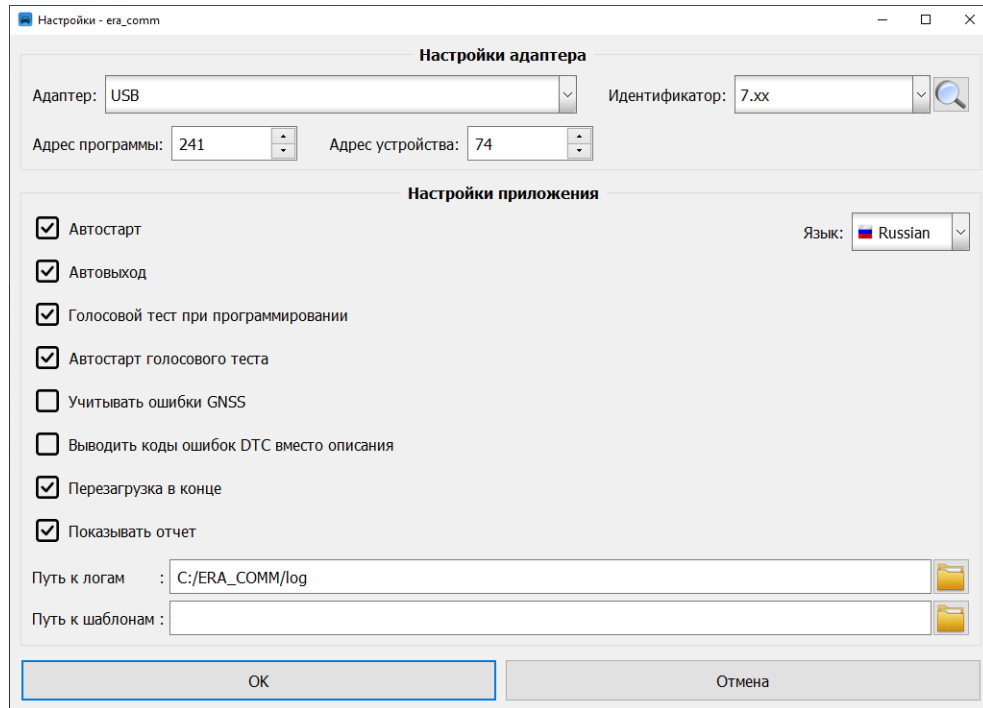

Рисунок 2 – Окно настроек программы
- перейти в «Настройки» (Рисунок 2), в главном окне программы (Рисунок 4);